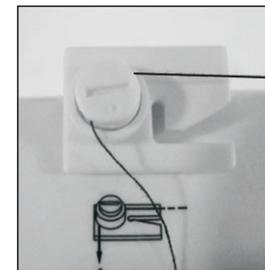

Fig.12
- (2) Guíe el hilo a través del disco de tensión de la devanadora de la bobina en la parte superior de la máquina (Fig.12).